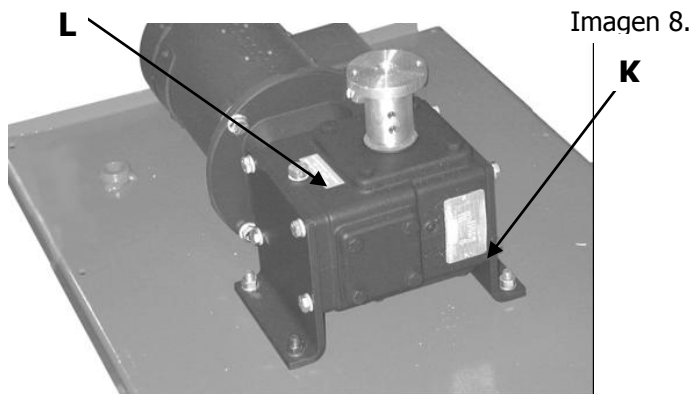

Imagen 8.
5. Quitar el tornillo del enchufe de aceite, al costado de la cubierta del engranaje (Imagen 8, K) con un alicate Allen.
1. Quitar el tornillo etiquetado (Imagen 8, L) en la parte superior de la cubierta del engranaje.